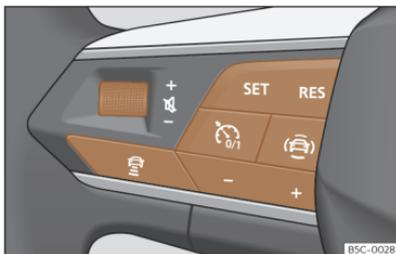

Fig. 131 En el volante multifunción: botones para manejar el ACC.
- Pulse la tecla  del volante multifunción >>> fig. 131.
- Para comenzar la regulación presione la tecla **SET** >>> fig. 131.
Para programar la velocidad pulse los botones + o - >>> fig. 131 hasta la velocidad deseada. El ajuste de velocidad se realiza en intervalos de 10 km/h (5 mph).
- Pulse la tecla  y, a continuación, la tecla + o - >>> fig. 131.
- Pulse brevemente la tecla  >>> fig. 131 o pise el pedal del freno.